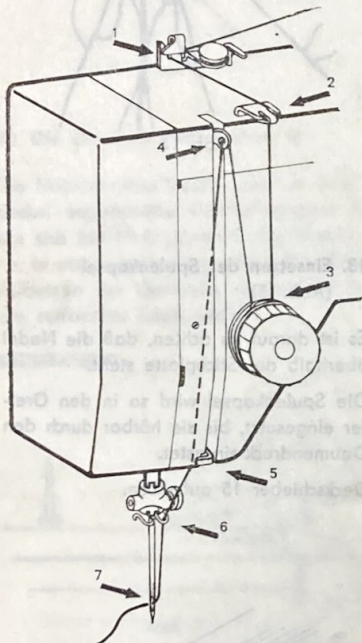

Abb. 16
14. Oberfaden einfädeln (Abb. 16)